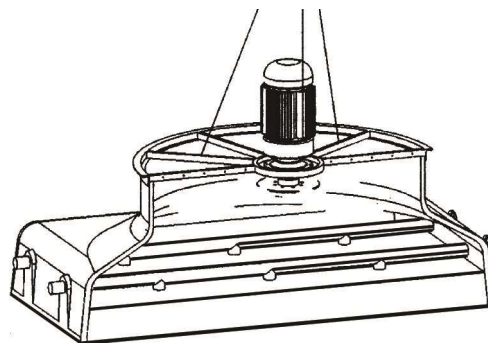

Fig. 6
- a) In the part including the electric motor, hook a sling to two of the spokes (or to the eye bolts) of the fan supporting ring, fastening the motor to balance the assembly in the way shown on Figure 6.
- a) Dans la quatrième partie qui porte le moteur, accrocher une élingue à deux des rayons (ou bien aux points d'élévation) de l'anneau support du ventilateur et attacher le moteur pour équilibrer l'ensemble comme il est indiqué sur la figure 6.